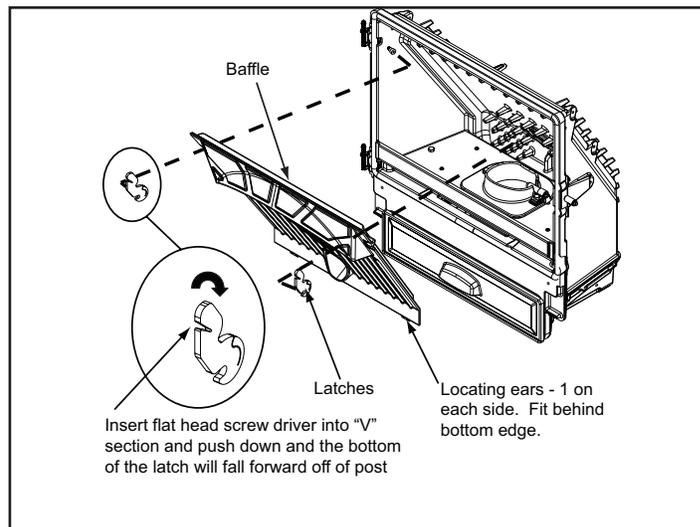

Figure 26.2
4. Enlevez le déflecteur en introduisant un tournevis plat dans la fente des attaches des angles supérieurs et faites tourner vers le bas. La partie inférieure de l'attache s'avance et se détache du montant. Soulevez le déflecteur, puis amenez-le vers vous. **Figure 26.2**